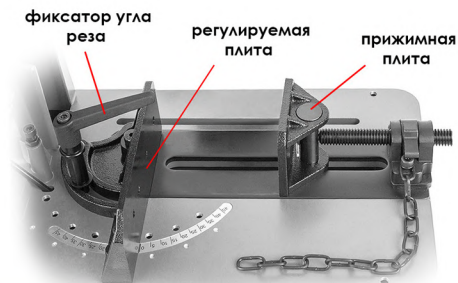

Рис.1
1. Ослабьте рычаг фиксатора угла реза (поворот против часовой стрелки Рис.1).